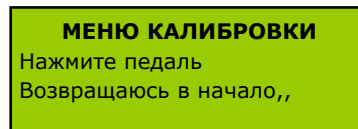

Рисунок 16.
- Выполнения полного вращения на 360 градусов. См. Рис. 16